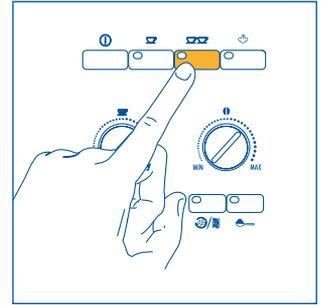
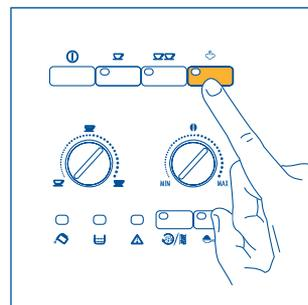

Fig. 13
Fig.21
- 5) Premere il tasto  (fig. 12) se si vuole fare un caffè oppure il tasto  (fig. 13) se si vuole fare 2 caffè. A questo punto la macchina macina i chicchi, esegue una breve pre-infusione e poi completa l'erogazione nella tazza.
NOTA 4: Mentre la macchina sta facendo il caffè, l'erogazione può essere fermata in qualsiasi momento premendo il tasto ☺ (fig. 12) oppure ☹☹ (fig. 13) precedentemente selezionato.
NOTA 5: Appena terminata l'erogazione, se si vuole aumentare la quantità di caffè nella tazza, basta tenere premuto il tasto ☺ (fig. 12) oppure ☹☹ (fig. 13) precedentemente selezionato fino ad ottenere la quantità desiderata (questa operazione deve essere eseguita entro 3 secondi dal termine dell'erogazione).
- Poi premere il tasto vapore (fig. 21). La spia ☺ (fig. 22) inizia a lampeggiare per indicare che la macchina si sta preriscaldando.
- Raggiunta la temperatura desiderata, interrompere l'erogazione del vapore ruotando la manopola vapore in senso orario fino a fine corsa (fig. 6) e premere il tasto vapore ☺ (fig. 21) per disattivare la funzione vapore.
NOTA 1: subito dopo aver preparato il cappuccino e una volta disattivata la funzione vapore premendo il tasto vapore ☺ (fig. 21), se si preme il tasto ☺ (fig. 12) o ☺☺ (fig. 13) per richiedere nuovamente caffè la macchina ha una temperatura troppo elevata per fare il caffè (le spie verdi ☺ e ☺☺ lampeggiano per indicare che la temperatura non è idonea): è necessario attendere una decina di minuti fino a che la macchina si raffreddi un po'.